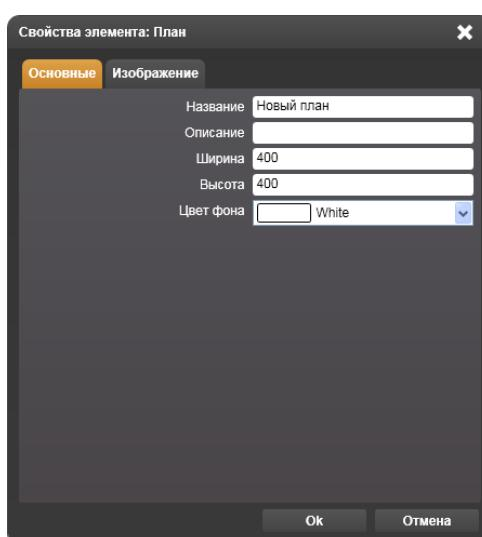
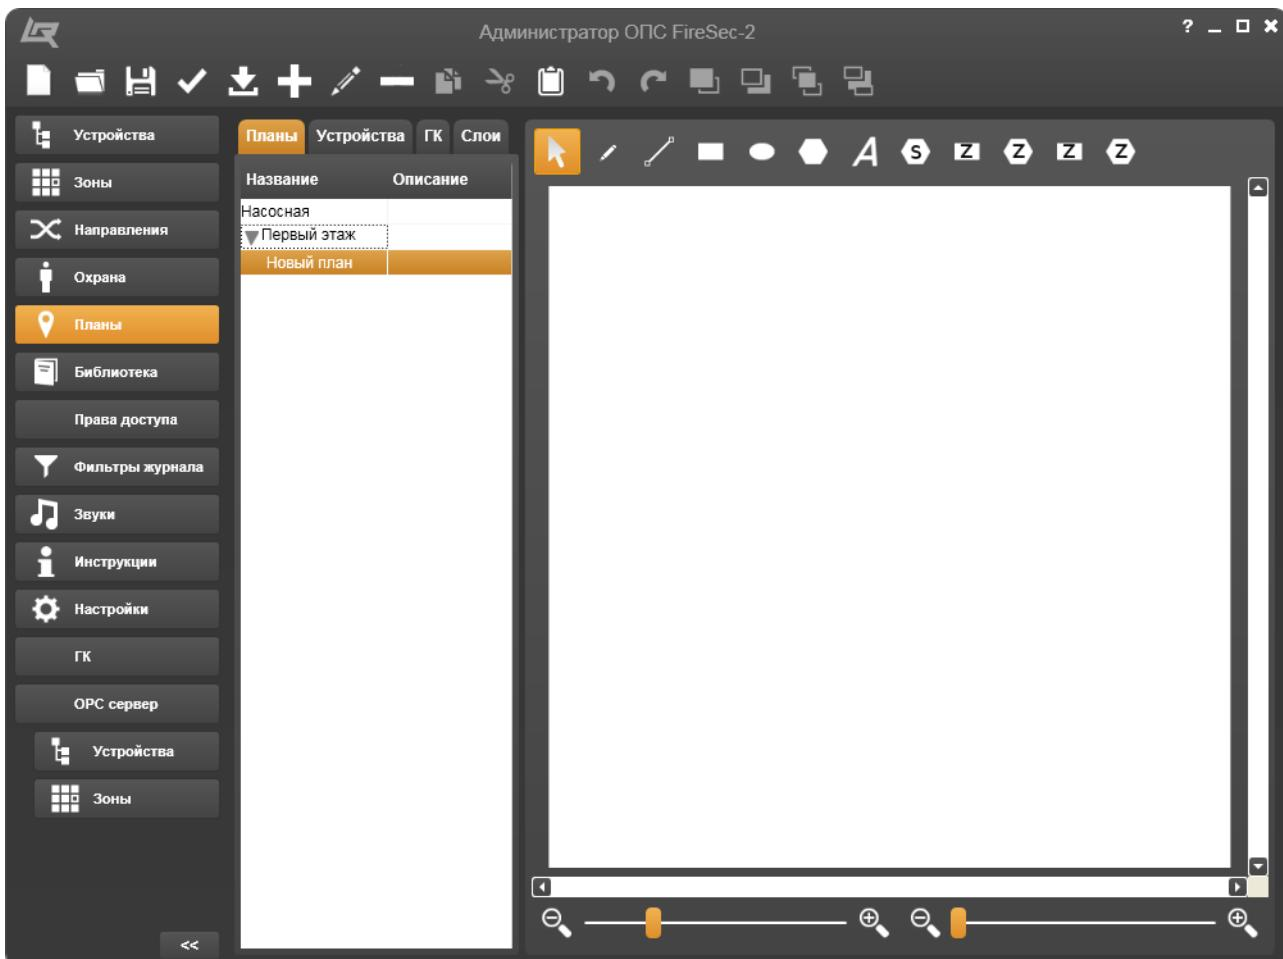

Рисунок 14.7.6 – Окно Свойства элемента:
Рисунок 14.7.9 – Новый план – Дочерний план под закладкой Планы
Кнопка – **Добавить** позволяет пополнять список планов в левом вертикальном поле. Если щелкнуть на этой кнопке, откроется окно **Свойства элемента: План** (Рисунок 14.7.6).
Кнопка – **Редактировать** позволяет вносить изменения в название, описание и размерные параметры ранее созданных планов. Если щелкнуть на этой кнопке, откроется окно редактирования (Рисунок 14.7.6) того плана, который выделен в списке планов левого вертикального поля.
Выбор функции **Добавить дочерний план** позволяет особым образом пополнять список планов в левом вертикальном поле. При этом открывается окно **Свойства элемента: План** (Рисунок 14.7.6). После заполнения всех полей и щелчка на кнопке **Ok** окно закроется, а список планов пополнится новым планом, присоединенным к тому плану, который был выделен на момент создания нового плана (Рисунок 14.7.9). Эта функция позволяет производить декомпозицию сложных участков плана, укрупняя и детализируя его фрагменты.
- Присвоить новое наименование, воспользовавшись кнопкой панели инструментов или клавишей контекстного меню, выбрав функцию **Редактировать**. В открывшемся окне **Свойства фигуры: План** (Рисунок 14.7.6) заполнить все необходимые поля и щелкнуть на кнопке **Ok**. В результате в списке планов появится новый подплан, присоединенный к плану.